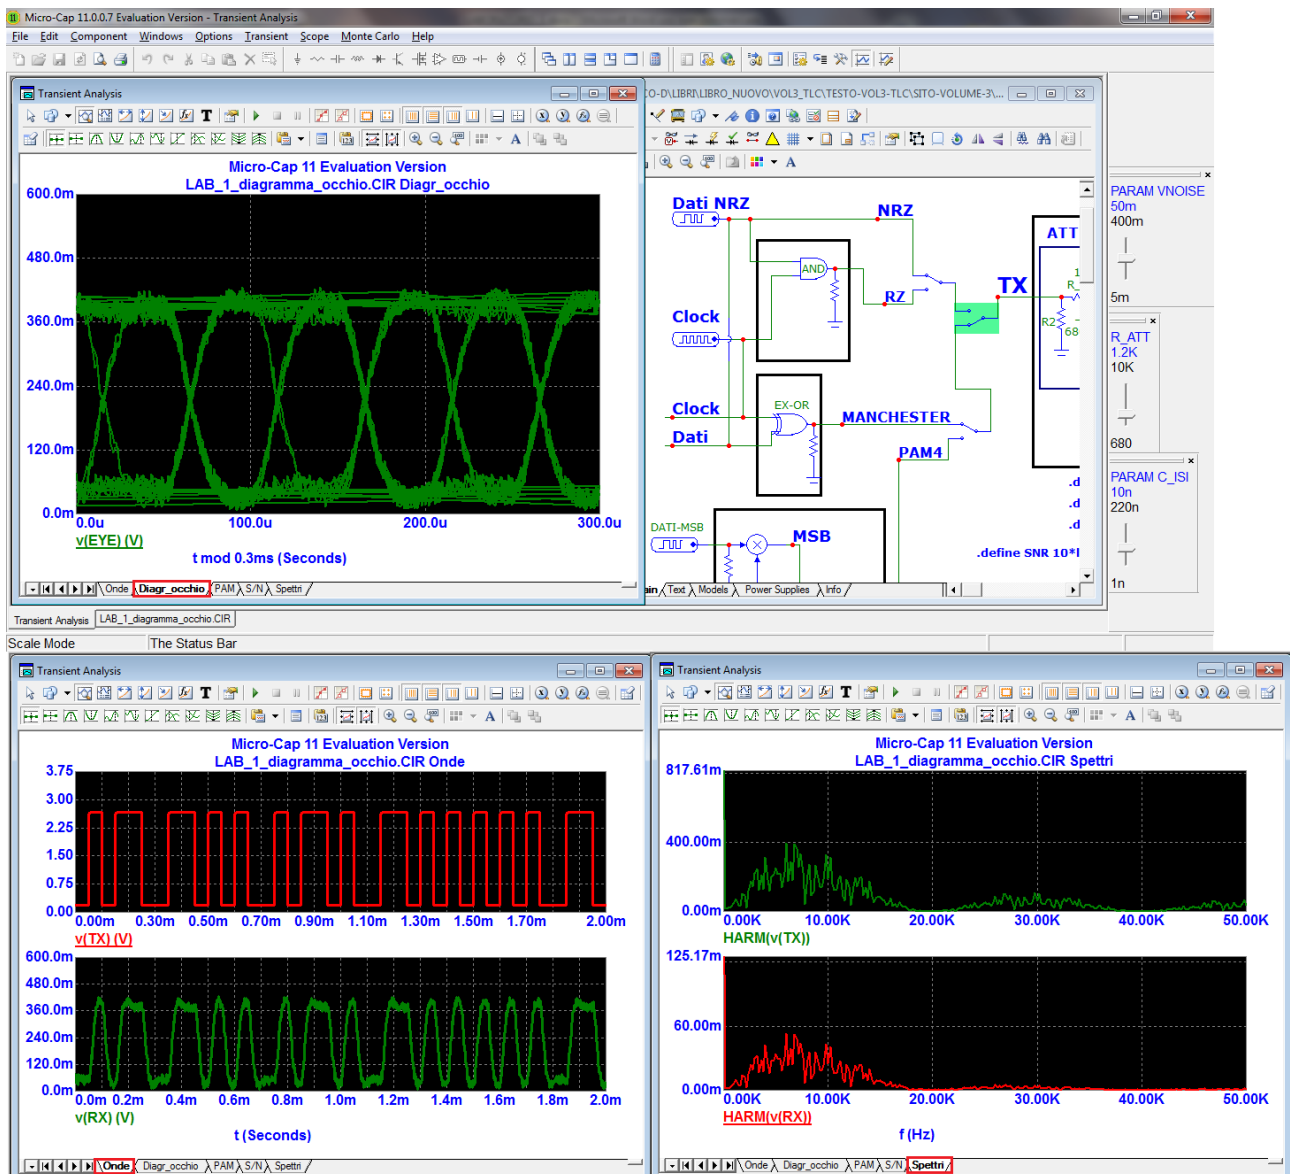

FIGURA 8 Esempio di analisi con codice NRZ: diagramma a occhio, forme d'onda, spettri.
- si aumenta la distorsione (riducendo la frequenza di taglio), con una moderata attenuazione e poco rumore (FIGURA 8); il segnale ricevuto è soggetto a interferenza intersimbolica (ISI) in quanto gli impulsi trasmessi vengono distorti e si allargano oltre il tempo di simbolo (bit) loro riservato, invadendo altri tempi di simbolo; all'aumentare della distorsione (taglio minore) si ottiene un diagramma a occhio